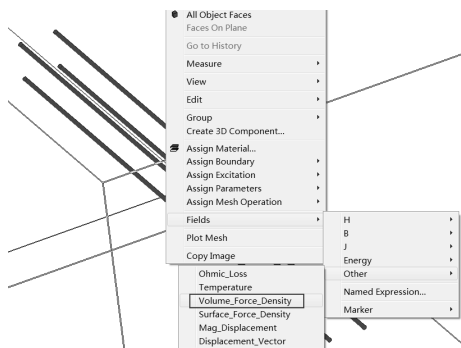
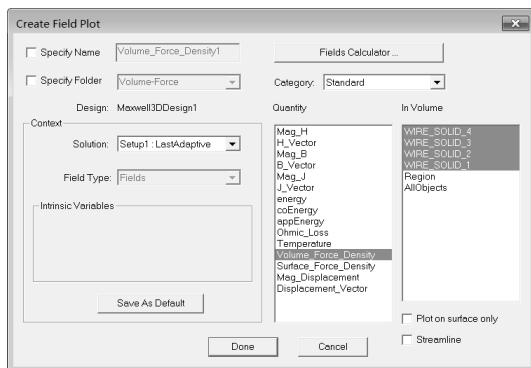

图 19-28 后处理操作
图 19-29 Create Field Plot 对话框
Step1：后处理操作。求解完成后，选中四根导线模型，右击后在弹出的如图 19-28 所示的快捷菜单中选择 Fields Other Volume_Force_Density 命令，此时弹出如图 19-29